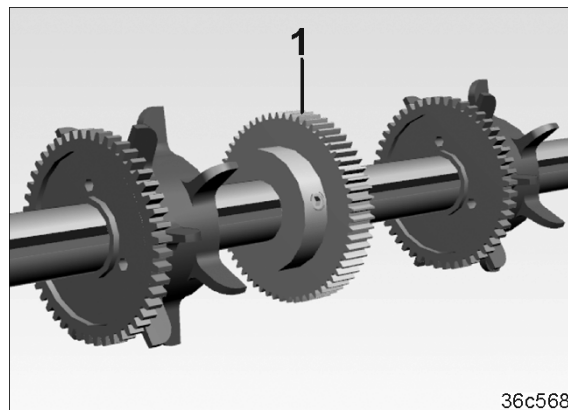

Fig. 252
8. Monte a roda dentada (Fig. 252/1) no veio de semeador de feijão.